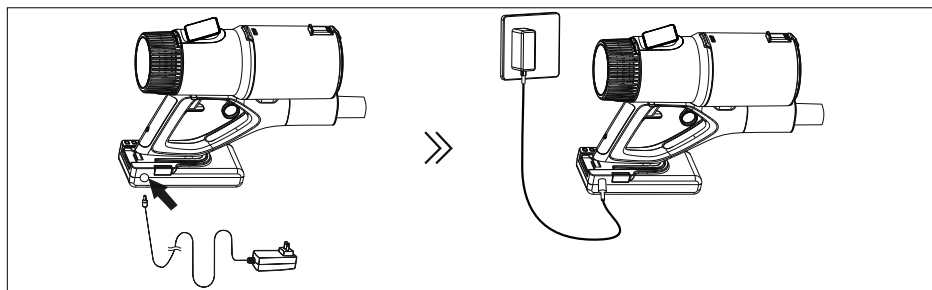

Fig. 3 – Carga en el aparato
2. Cargue su aspiradora con la fuente de alimentación del conector (8) suministrada (véanse las figs. 3). La carga dura aprox. 4-5 horas.